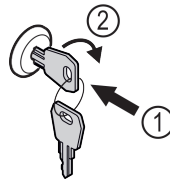

Fig. 160
- ▶ Пъхнете ключа. Fig. 160 (1)
- ▶ Завъртете го на 90° по посока на часовниковата стрелка. Fig. 160 (2)